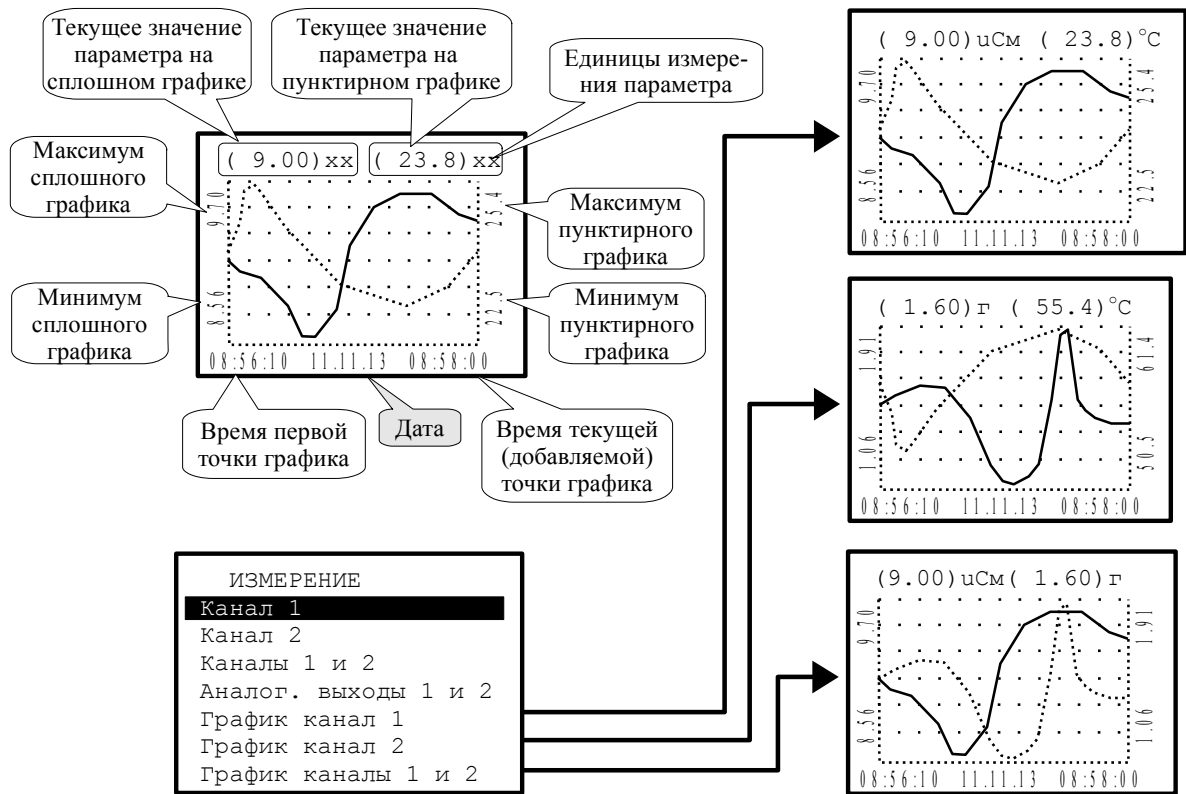

Рисунок 7 - Варианты отображения измеренных параметров в графическом виде
4.3.1.10 **Графики канал 1** , **Графики канал 2** , **Графики каналы 1 и 2** - отображение измеренных параметров в виде графиков (Рисунок 7).